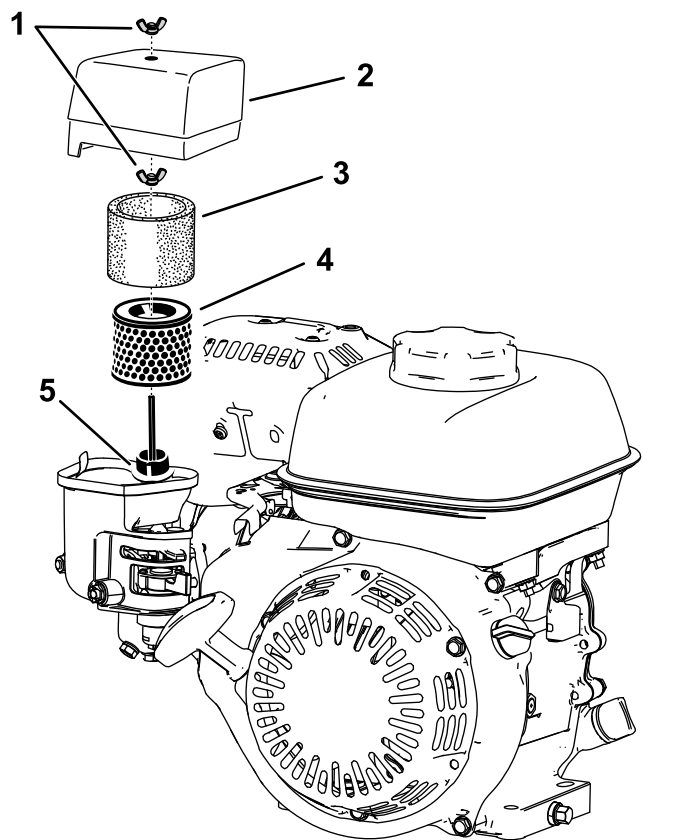

図 29
2. エアクリーナカバーを固定している蝶ナットを外す **図 29**。